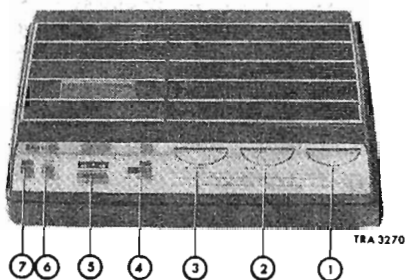

FIG. 1
Le radio-magnétophone que nous présentons est construit par Philips. Il se présente comme sur la figure 1. L'ensemble est très plat, et d'aspect agréable, en même temps que pratique. Voyons d'abord l'aspect technique de l'appareil.
- Le second, du type à accord continu par condensateur variable, va être décrit dans la suite de cet article. Son schéma de principe est illustré figure 1.